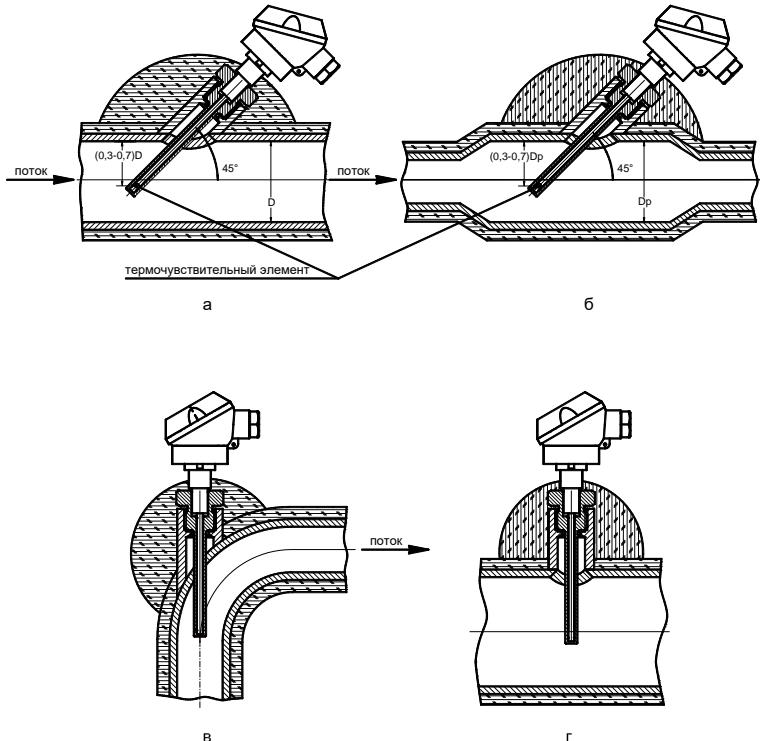

Рисунок 8.9 Рекомендуемые варианты установки термопреобразователей на трубопроводе
8.4.2 Если диаметр чувствительного преобразователя ТС превышает $0,13D$, то допускается при установке ТС применять расширитель (рисунок 8.9 б), где D_p – внутренний диаметр расширителя.